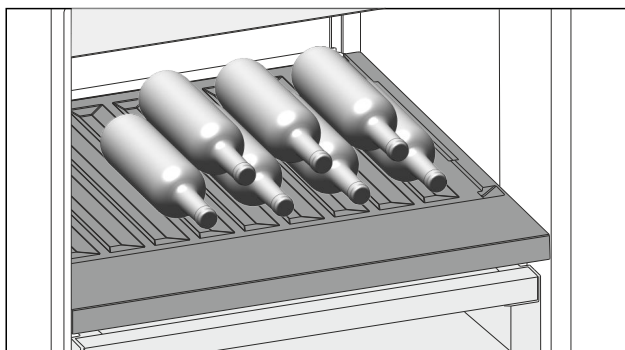

Fig. 158
- Flaschen mit dem Boden nach hinten zur Rückwand einlegen. (siehe Fig. 158)